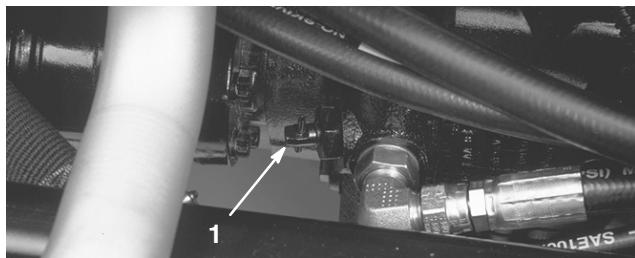

Figure 22
1. Trouvez la vanne de dérivation sur la pompe (Fig. 22) et tournez-la de 90°.